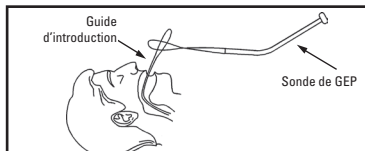

Figure 6
- Faire passer la boucle du guide d'introduction dans la boucle du guide de la sonde de GEP (figure 6).